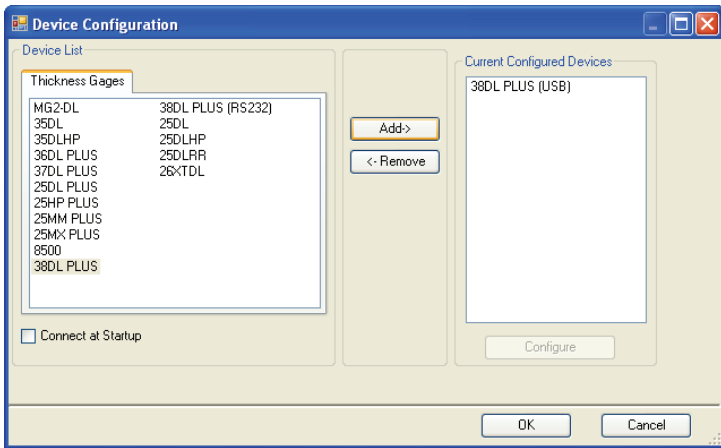

图 14-7 设备配置对话框
- b) 在 **Device Configuration** (设备配置) 对话框中 (参见第 226 页的图 14-7):
- (1) 在 **Device List** (设备列表中), 选择 38DL PLUS, 随后点击 **Add** (添加)。**38DL PLUS (USB)** 出现在 **Current Configured Devices** (当前配置设备) 列表中。
- (2) 勾选 **Connect at Startup** (启动时连接) 复选框, GageView 程序便会在每次启动时自动连接 38DL PLUS。
- (3) 单击 **OK** (确定)。